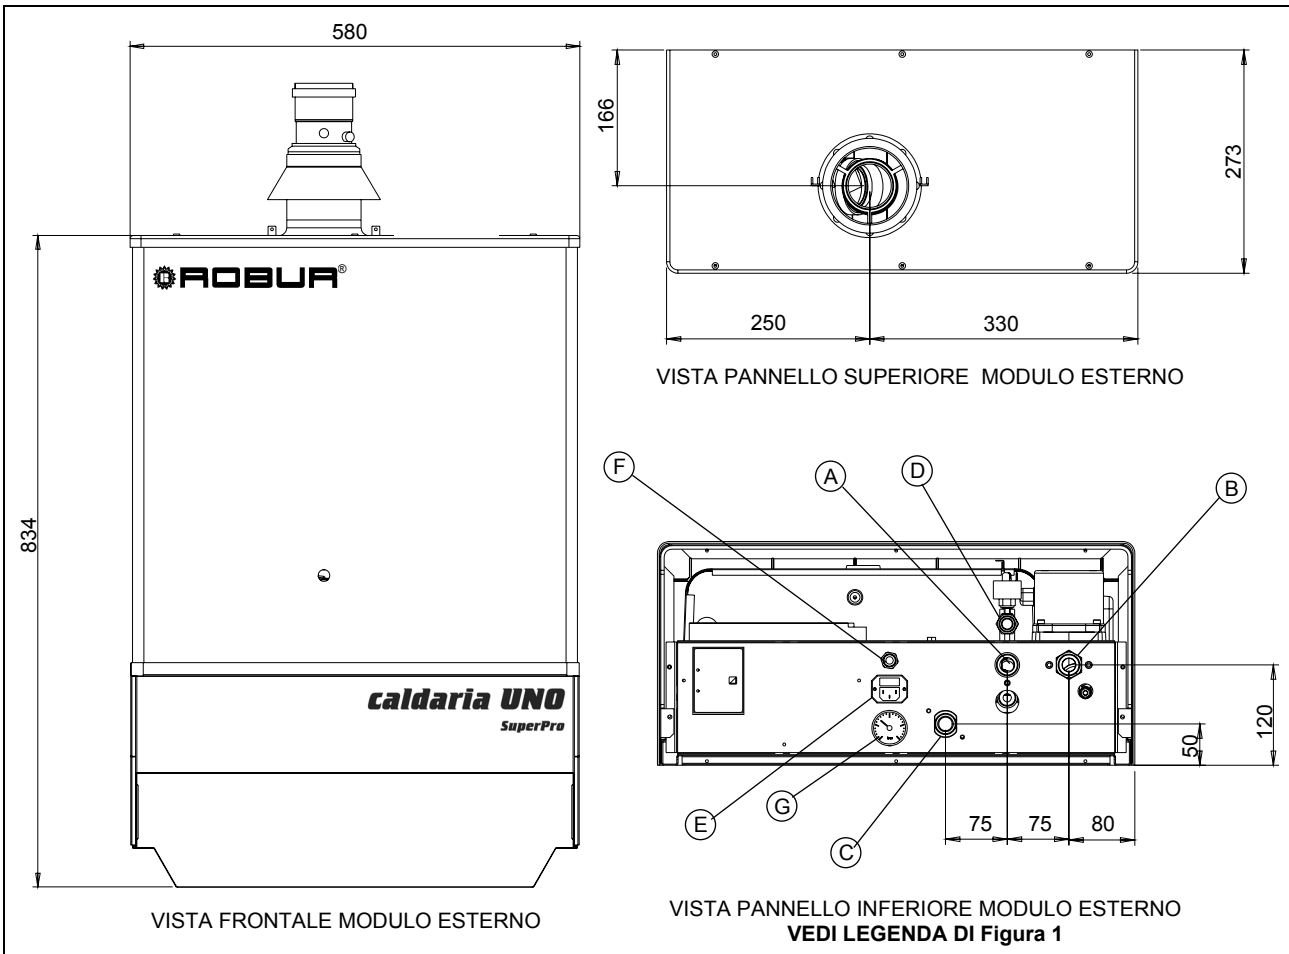
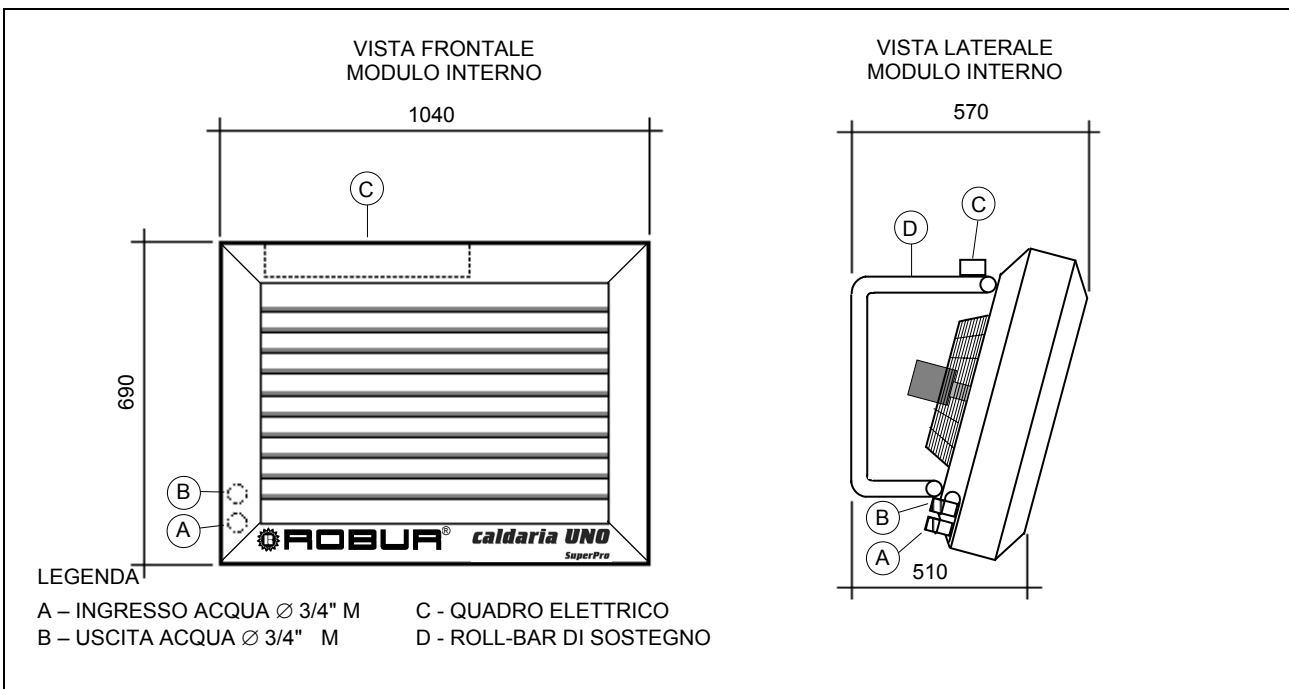

Figura 2 - DIMENSIONI MODULO ESTERNO
Figura 3 - DIMENSIONI MODULO INTERNO
- Collegare le tubazioni idrauliche agli attacchi di mandata e ritorno acqua Ø ¾" M posti nella parte inferiore destra della caldaia (vedi Figura 1 e Figura 2) ed ai rispettivi raccordi Ø ¾" M posti nella parte posteriore sinistra del modulo interno (vedi Figura 3), interponendo su ciascun attacco apposite guarnizioni e facendo attenzione ad evitare l'ingresso di corpi estranei.